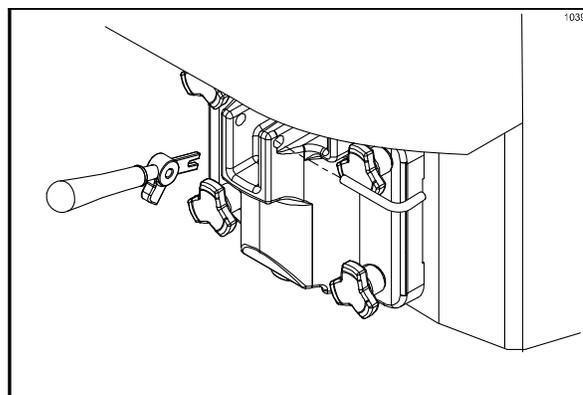

図140
15. ドローハンドルを取り付けます。ドローハンドルのスロットに、ドローハンドルのフォーク部分をはめ込み、ピボットピンで固定してください(図140を参照)。